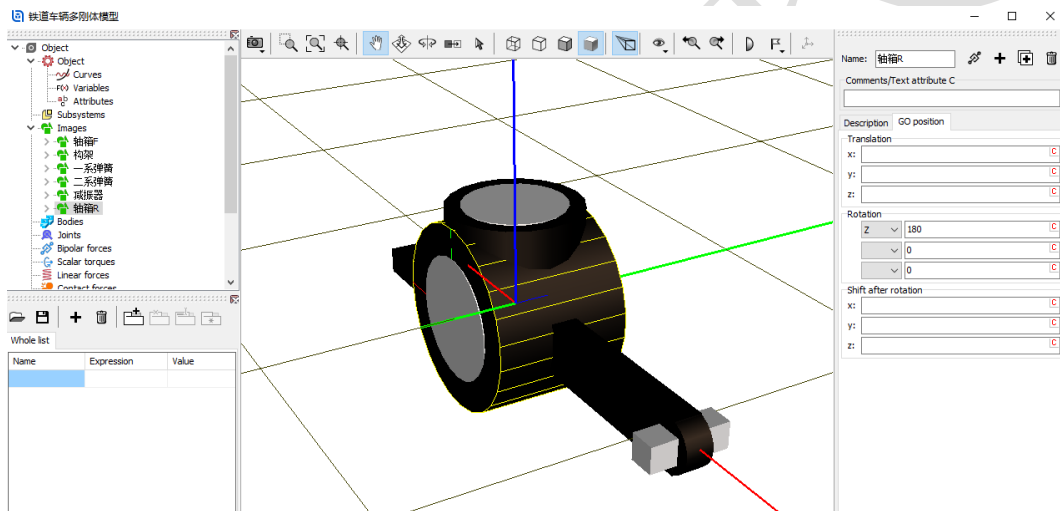

图 3-2
- 3) 将**轴箱**几何重命名为**轴箱 F**，复制生成第二个，命名为**轴箱 R**，将其绕 **Z** 轴旋转 **180°**，如图 3-2。